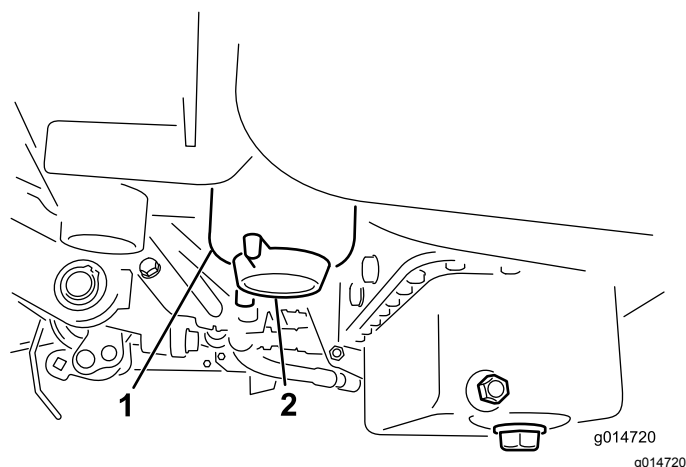

Figura 28
3. Aprite il tappo di spurgo sul filtro del carburante di circa un giro e lasciate fuoriuscire l'acqua accumulata (Figura 28).